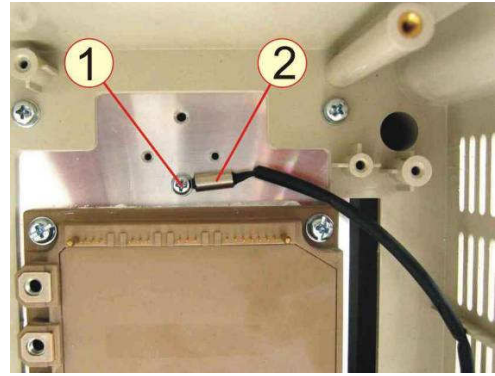

Рис.6.23
**6.13.1** Выкрутить винт 1, снять термодатчик 2 (рис.6.23). Положить винт и термодатчик в тару.